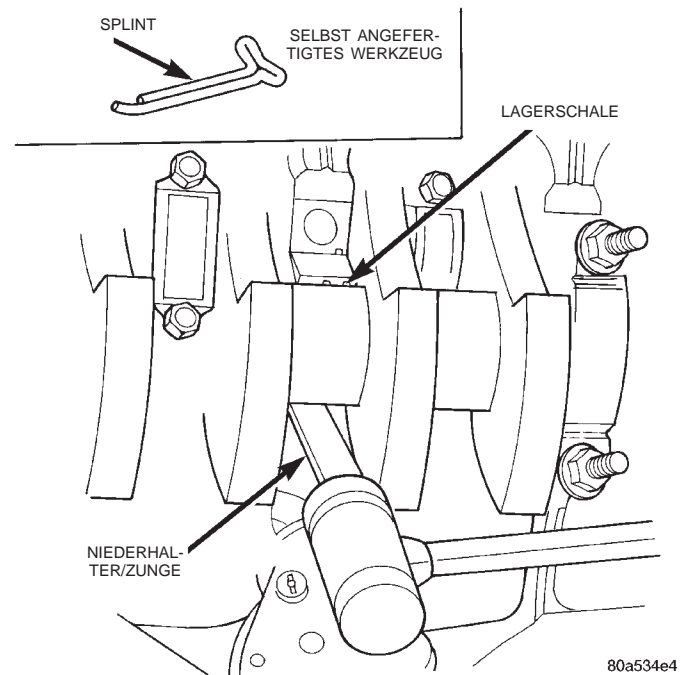

Abb. 55 Ausbau der oberen Lagerschalen
(7) Untere Lagerschale aus dem Lagerdeckel ausbauen.
(8) Obere Lagerschale ausbauen; hierzu alle anderen Lagerdeckel LÖSEN (NICHT AUSBAUEN) und ein aus einem Splint hergestelltes Werkzeug in die Ölbohrung des Lagerzapfens einführen. Den Splint gemäß Abbildung biegen, um das benötigte Werkzeug herzustellen (Abb. 55). Nach dem Einführen des Splintwerkzeugs die Pleuellage so drehen, daß die obere Lagerschale zur Haltenase hin bewegt wird. Der Lagerzapfen von Hauptlager 3 verfügt über keine Ölbohrung, weshalb zum Ausbau der Lager-
schale ein Niederhalter oder dgl. mit weicher Oberfläche verwendet werden muß (Abb. 55). Lagerschale um 25 mm (1 Zoll) anheben und von unten gegen die Haltenase drücken; Lagerschale abnehmen.